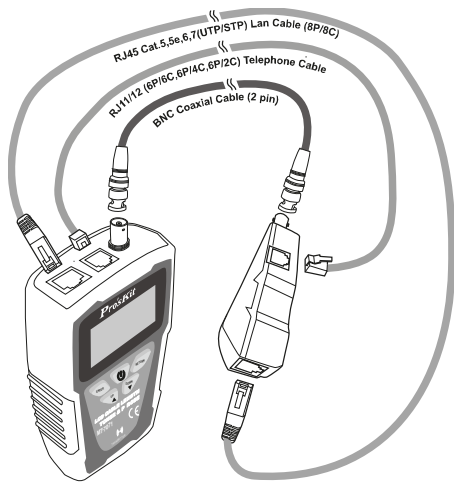

Figura 3. Validación del mapeo de cables
1. Conecte el cable probado al transmisor y a la unidad remota, como se muestra en la figura 3.